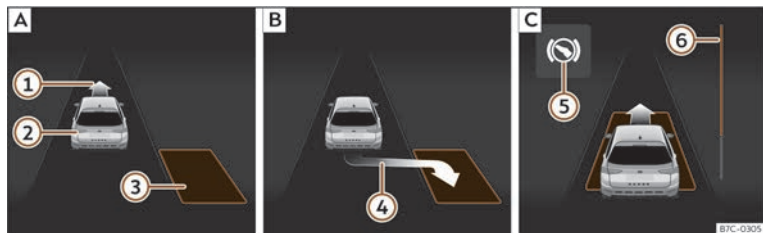
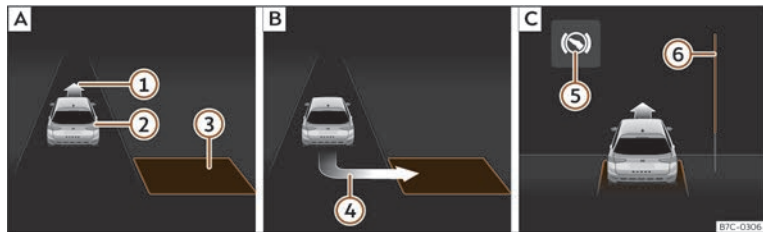

Fig. 136 Pe afișajul panoului de bord: parcare oblică. [A]: Găsirea unui loc de parcare [B]: Poziția de parcare. [C]: Manevrarea.
Fig. 137 Pe afișajul panoului de bord: parcare oblică. [A]: Găsirea unui loc de parcare [B]: Poziția de parcare. [C]: Manevrarea.
- Priviți afișajul panoului de bord, pentru a vedea dacă a fost detectat un loc de parcare „corespunzător” și dacă a fost atinsă poziția corespunzătoare pentru parcare >>> fig. 136
[B] sau >>> fig. 137 [B]. Locul este considerat „corespunzător” dacă afișajul panoului de bord afișează indicatorul de parcare ④.
• Mergeți în marșarier până când se activează semnalul continuu ParkPilot; **SAU:** mergeți în marșarier până când pe afișajul panoului de bord apare indicația de deplasare înainte >>> **fig. 136** [C] sau >>> **fig. 137**[C]; **SAU:** mergeți în marșarier până când pe afișajul panoului de bord apare mesajul **Asistență la parcare finalizată**. Bara de progres [E] indică distanța care trebuie parcursă.
• Mergeți înainte până când se activează semnalul continuu ParkPilot; **SAU:** mergeți înainte până când pe afișajul panoului de instrumente apare indicația de deplasare înapoi. Sistemul de asistență la parcare direcționează autovehiculul înainte și înapoi, până acesta se centrează pe locul de parcare >>> **fig. 136** [C] sau >>> **fig. 137** [C].
Bara de progres >>> **fig. 136** [E] și >>> **fig. 137** [E] de pe afișajul panoului de bord indică distanța relativă de parcurs sub formă de simbol. Cu cât distanța este mai mare, cu atât bara de progres este mai plină. La deplasarea înainte, conținutul barei de progres scade în sus, iar la deplasarea în marșarier, acesta scade în jos.